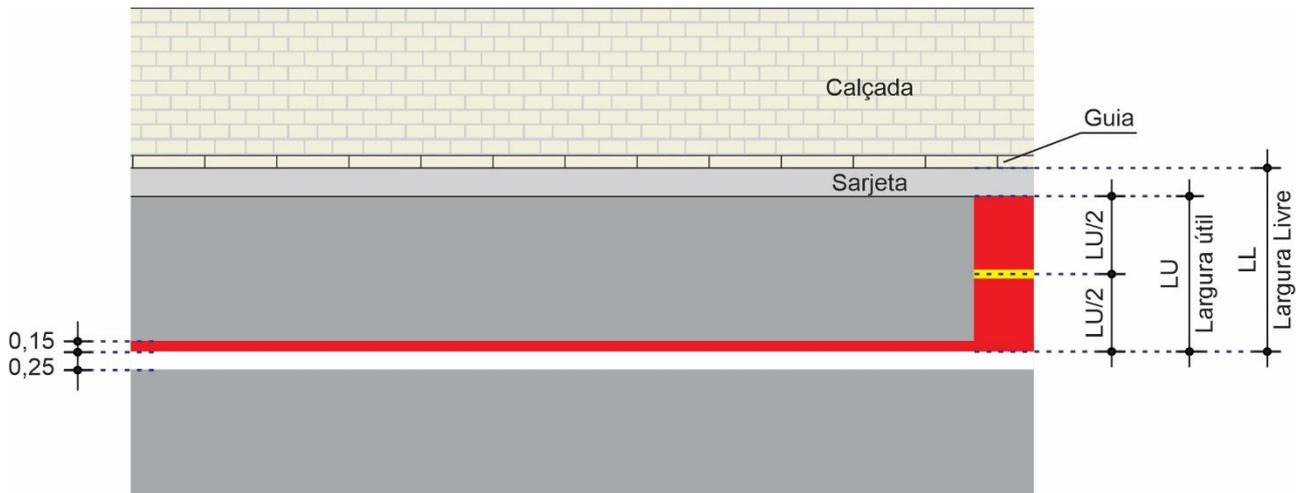

Figura 5
- b) Em ciclofaixa bidirecional, a linha de divisão de fluxos entre bicicletas deve sempre ser locada no eixo da Largura útil – LU, Figura 5.